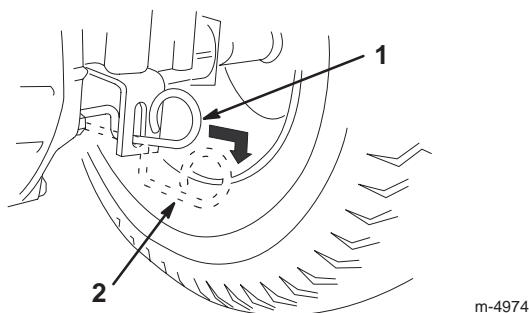

Figure 12
4. Tirez la commande de transmission en position de Poussée (Fig. 12).
Remarque : Cela a pour effet de débrayer la transmission et de permettre aux roues de tourner librement (Fig. 12).
Poussez la commande de transmission en position de Conduite (Fig. 12).